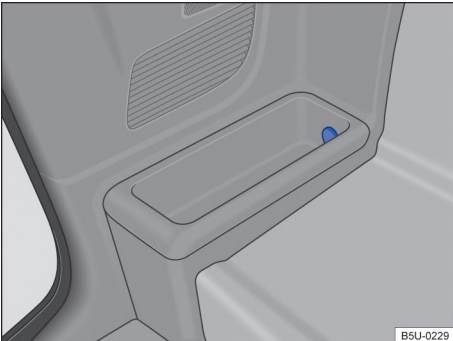

Fig. 104 En el lateral del compartimento interior de equipaje: toma de 12 V.
- En el portaobjetos del lado derecho del compartimento interior de equipaje → **fig. 104** (dependiendo de la versión del vehículo, puede no estar disponible).